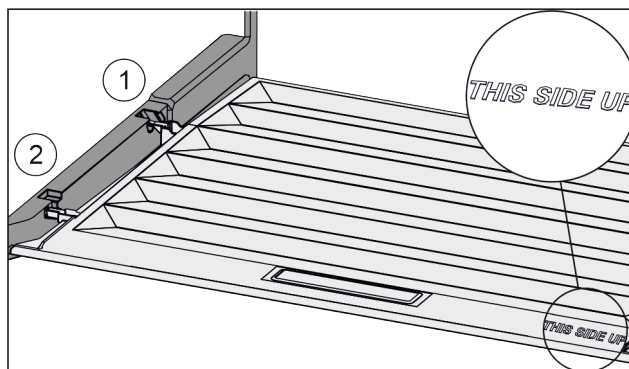

Fig. 84
- ▶ Výstupky víka zaveďte do zadních držáků Fig. 84 (1) a vpředu zaklesněte do držáku Fig. 84 (2).